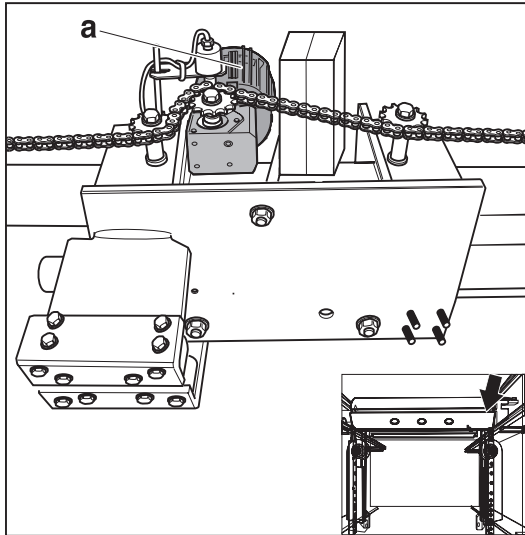

Figura F.17: Motore di marcia trave verticale laterale
- la marcia delle travi ad alta pressione laterali (figura F.17)